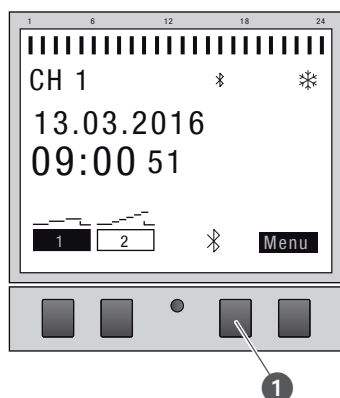

Fig. 26: Opbygning af Bluetooth-forbindelse til kontaktret
2. Tryk på Bluetooth-knappen (fig. 26/❶) på kontaktret.